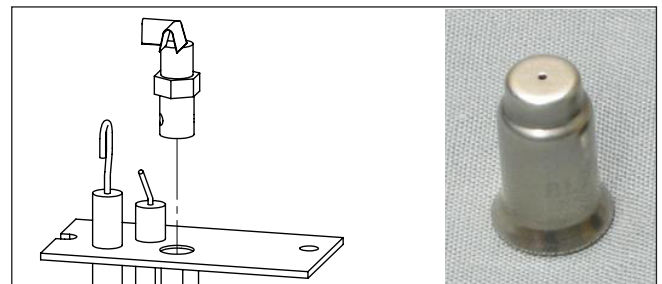

Figure 20: Orifice pilote (pas à l'échelle)
5. Convertissez l'orifice pilote existant avec celui fourni dans ce kit (voir Figure 20) à l'aide d'une **clé de 7/16 po**. Dévissez complètement et retirez la tête pilote et remplacez l'insert d'orifice, extrémité de la cloche vers le bas. Réinstallez et serrez le pilote. Si la tête n'atteint pas l'orientation correcte dans la position ajustée, contactez votre revendeur Enviro: